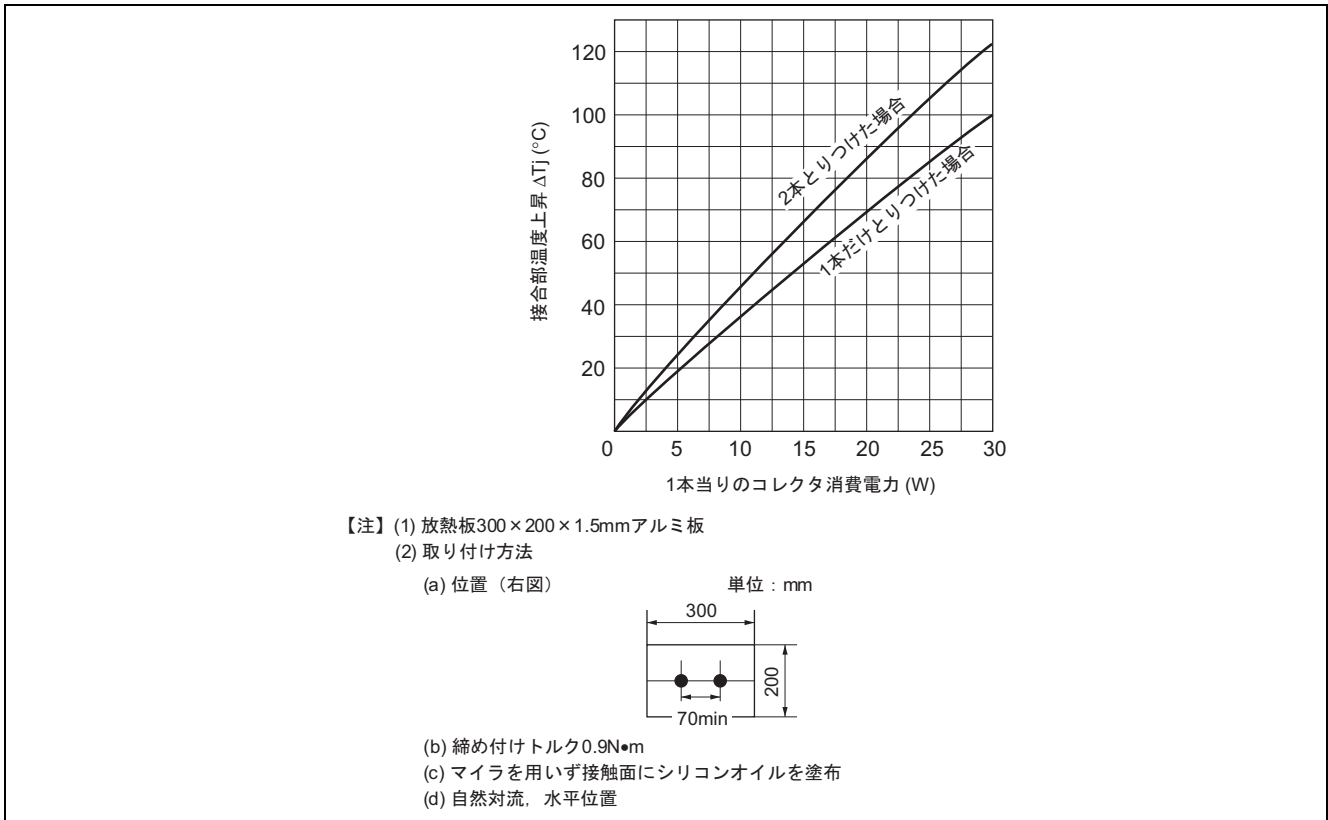

図 9 放熱板に半導体デバイスを 2 個取り付けた場合
(12) その他、放熱板への取り付けについての注意事項, 推奨条件
- (i) 一つの放熱板に2個以上の半導体デバイスを取り付けると、1個当たりの熱抵抗が上昇します(図9 参照)。